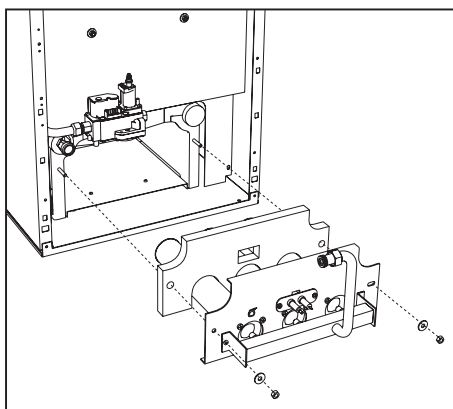

fig. 23 - Demontarea arzătoarelor
- Deșurubați cele două piulițe care fixează ușa camerei de ardere de elementele din fontă ale centralei (fig. 23)